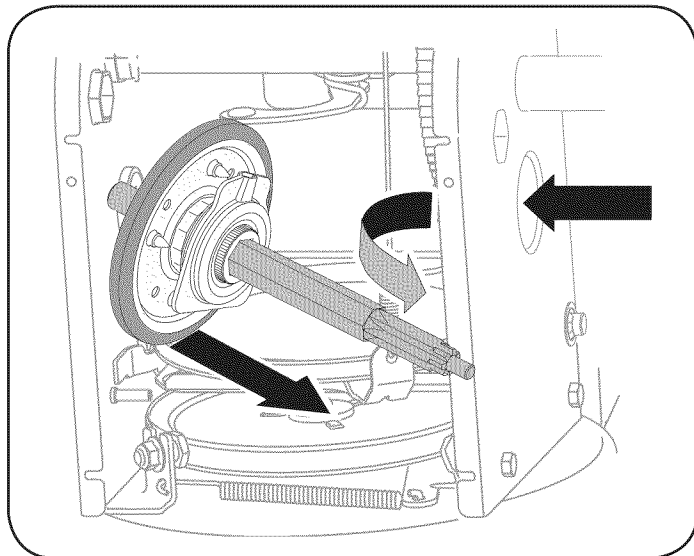

Figura 32
7. Con cuidado, ubique el eje hexagonal hacia abajo y hacia la izquierda antes de deslizar con precaución el montaje de la rueda de fricción fuera del eje. Vea la figura 32.